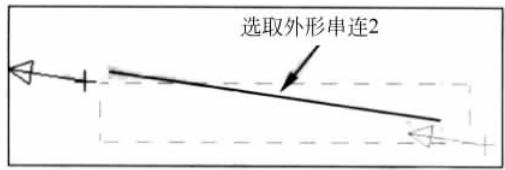

图 5-118 选择串联外形轮廓
(1) 单击“2D 刀具路径”操作栏上的“外形铣削”按钮 ，或选择“刀具路径”→“外形铣削”命令，系统提示选择串连外形，然后根据图 5-118 所示选择外形轮廓，单击串连选择对话框中的“确定”按钮，结束串连选择。
(2) 系统弹出“外形(2D)”对话框，单击选择库中“刀具”按钮系统弹出“定义刀具”对话框。在“刀具型式”选项卡中选择刀具类型为“倒角刀”。